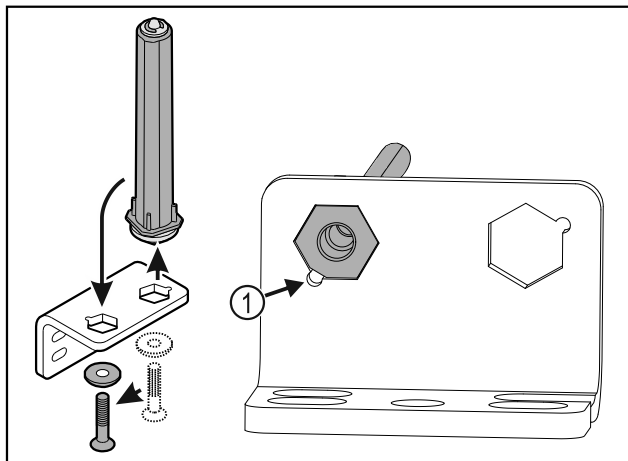

Fig. 38
- Lors de l'insertion de l'axe, veiller à ce que son chanfrein Fig. 38 (1) soit du côté du trou rond.